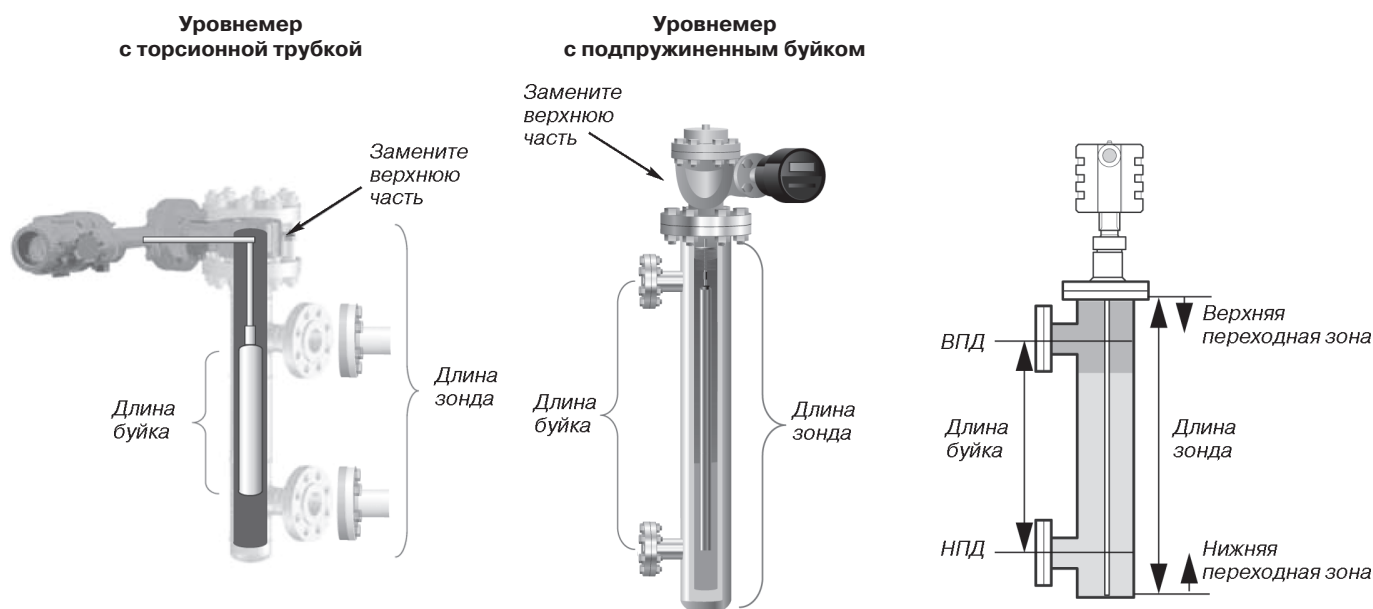

Рис.2. Определение типа буйкового уровнемера.
4. По рис.2 определите тип буйкового уровнемера: с торсионной трубкой или с подпружиненным буйком.
5. Определите длину зонда. Длина зонда определяется расстоянием от опорной поверхности фланца до дна камеры (внутренняя полость камеры), как показано на рис.2 и в табл.1. Зонд должен быть практически равен длине камеры, но при этом не должен касаться ее дна. Между концом зонда и дном камеры должен оставаться небольшой зазор (от 12 до 25 мм).